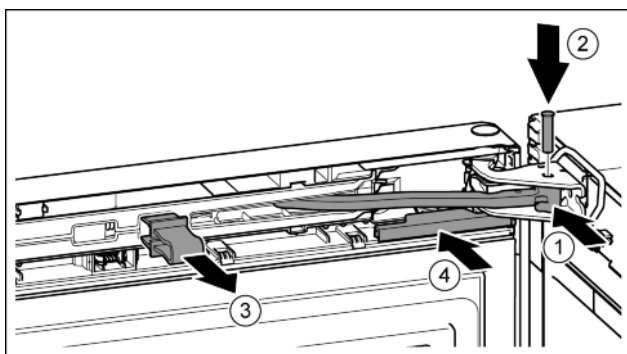

Fig. 23
- ▶ Otočte kloub ve stojanu ložiska. Fig. 23 (1)
- ▶ Vložte čep do stojanu ložiska a kloubu. Přitom dávejte pozor, aby byla zajišťovací vačka správně usazena v drážce. Fig. 23 (2)
- ▶ Pojistku vytáhněte. Fig. 23 (3)
- ▶ Kryt nasuňte. Fig. 23 (4)